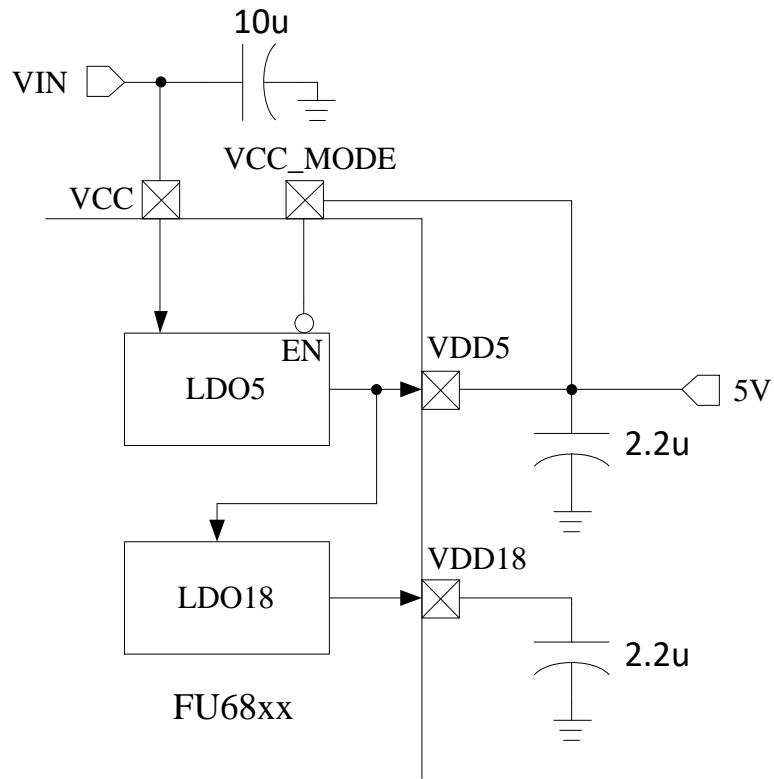

图 31-3 双电源模式电源连接
- 双电源模式(VCC\_MODE = 1), VCC ≥ VDD5, VCC = 5 ~ 36V, VDD5 = 5V。参考图 31-3。